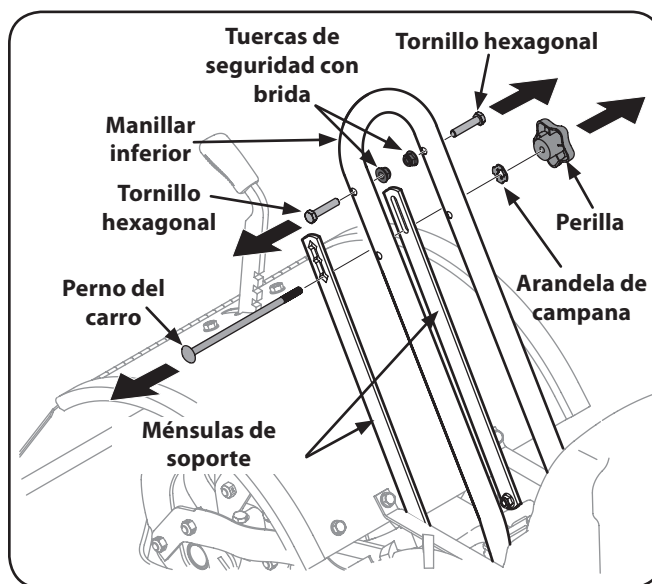

Figura 3-1
1. Retire los dos tornillos hexagonales (5/16-18 x 1.50), las dos tuercas de seguridad con brida (5/16-18), el perno del carro (5/16-18 x 6.75), la arandela de campana (.326 x .875 x .145) y la perilla (5/16-18) del manillar inferior y de las ménsulas de soporte. Vea la Figura 3-1.